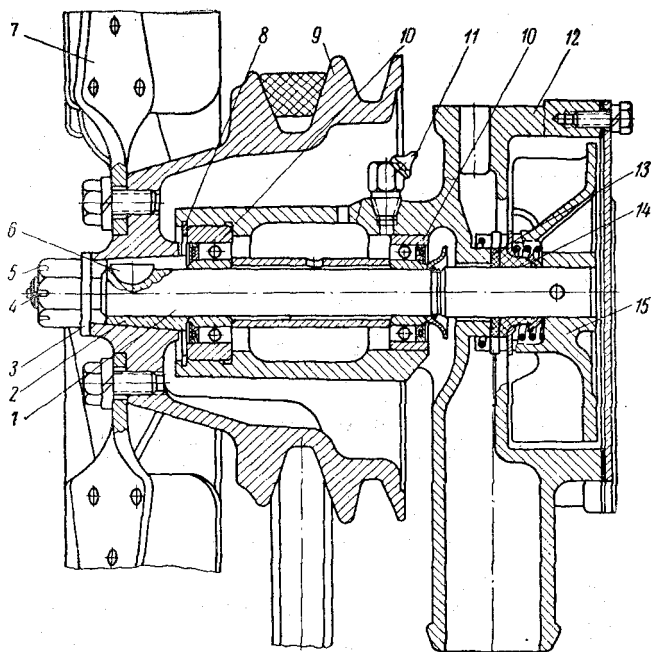

Рис. 33. Водяной насос и вентилятор:
**Водяной насос** центробежный (рис. 33), крепится болтами к переднему торцу блока цилиндров. Вал насоса установлен в корпусе на двух шариковых подшипниках.